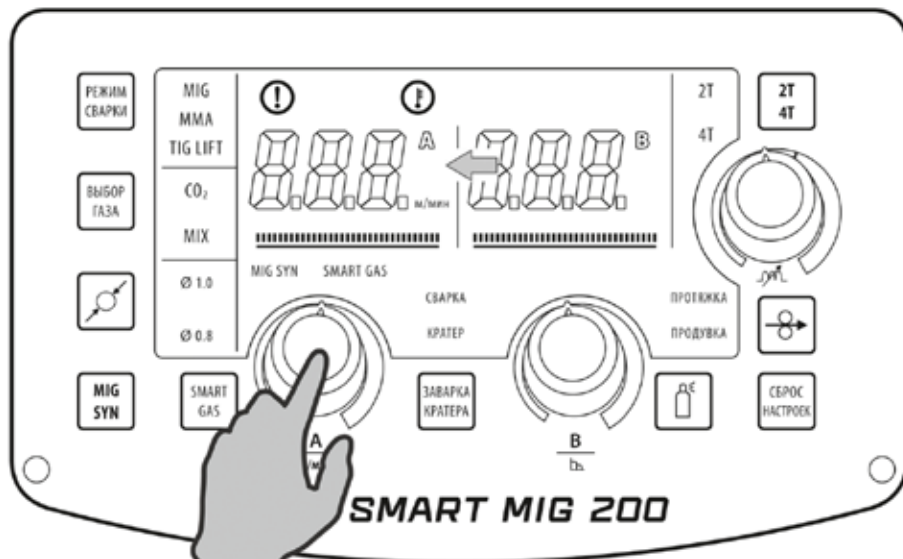

Рис. 12.1.2 Установка силы тока.
5. Установите необходимое значение силы тока (см. рис. 12.1.2). Сила тока выбирается в зависимости от толщины свариваемого металла и диаметра неплавящегося электрода (см. табл. 12.11.3).